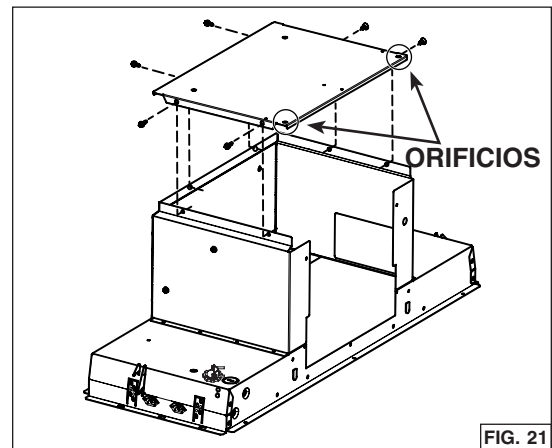

FIG. 21
9. Instale la placa trasera en la parte superior del aparato, donde estaba la placa de soporte del ventilador. Los orificios cerca de las esquinas deben encontrarse en la parte trasera del aparato. Sujetarla a la parte superior del aparato usando los 6 tornillos retirados previamente al paso 7 (FIG. 21).